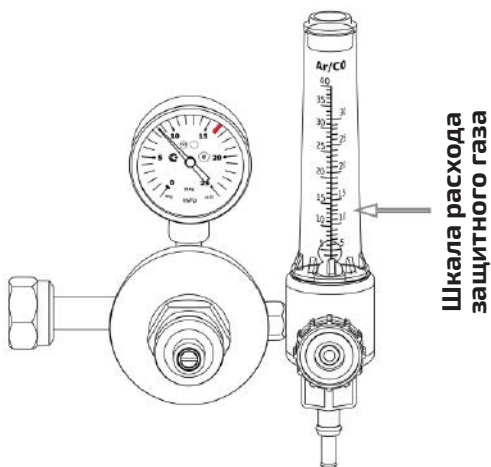

Рис. 13.4. Расход защитного газа.
6. С помощью регулятора (см. рис. 13.4) установите необходимый расход защитного газа (от 4 до 25 л/мин в зависимости от выполняемых задач или см. таблицу 14.9).